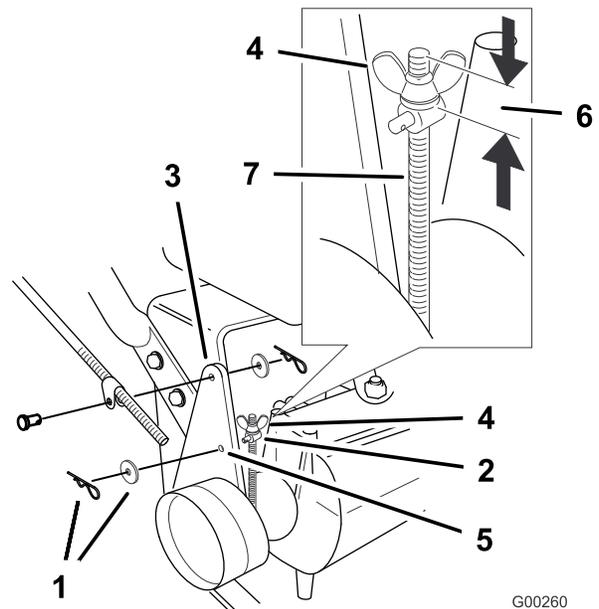

Figure 45
**Remarque:** Pour le réglage initial, ajustez l'écrou à oreilles jusqu'à ce qu'il soit à 32 mm (1-1/4 pouce) du haut de la tige (Figure 45).
5. Pour régler le frein, enlevez la goupille fendue et la rondelle du levier et du tourillon (Figure 45).
8. Placez le tourillon dans le trou F (Figure 45). Serrez l'écrou à oreilles.
9. Fixez le tourillon au levier de frein à l'aide de la rondelle et de la goupille fendue (Figure 45).